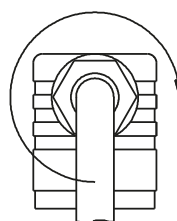
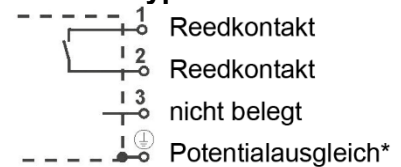

Abb. 5
Abb. 7
- ↪ Schließen Sie das Kabel, wie im Anschlussbild unten dargestellt, an (→ S. 9, Abb. 7)
- ↪ Drücken Sie das Innenteil ⑧ bis zum Einrasten in die Leitungsdose ②.
- ↪ Stecken Sie die Zentralschraube in die Leitungsdose und ziehen Sie die Kabelverschraubung an (→ Abb. 5).